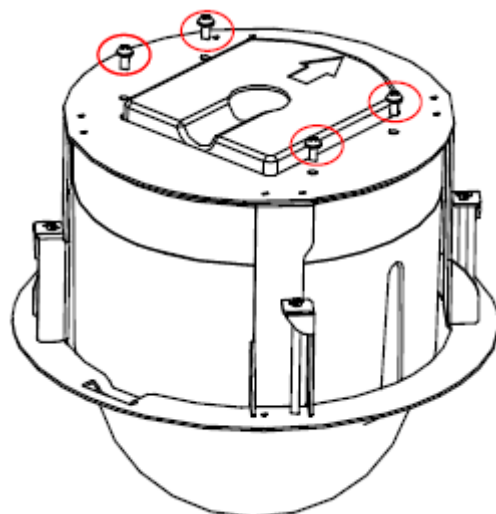

図 1-38 ねじを取り外す
1. 図 1-38 のように 4 本のネジを緩めて取り外します。